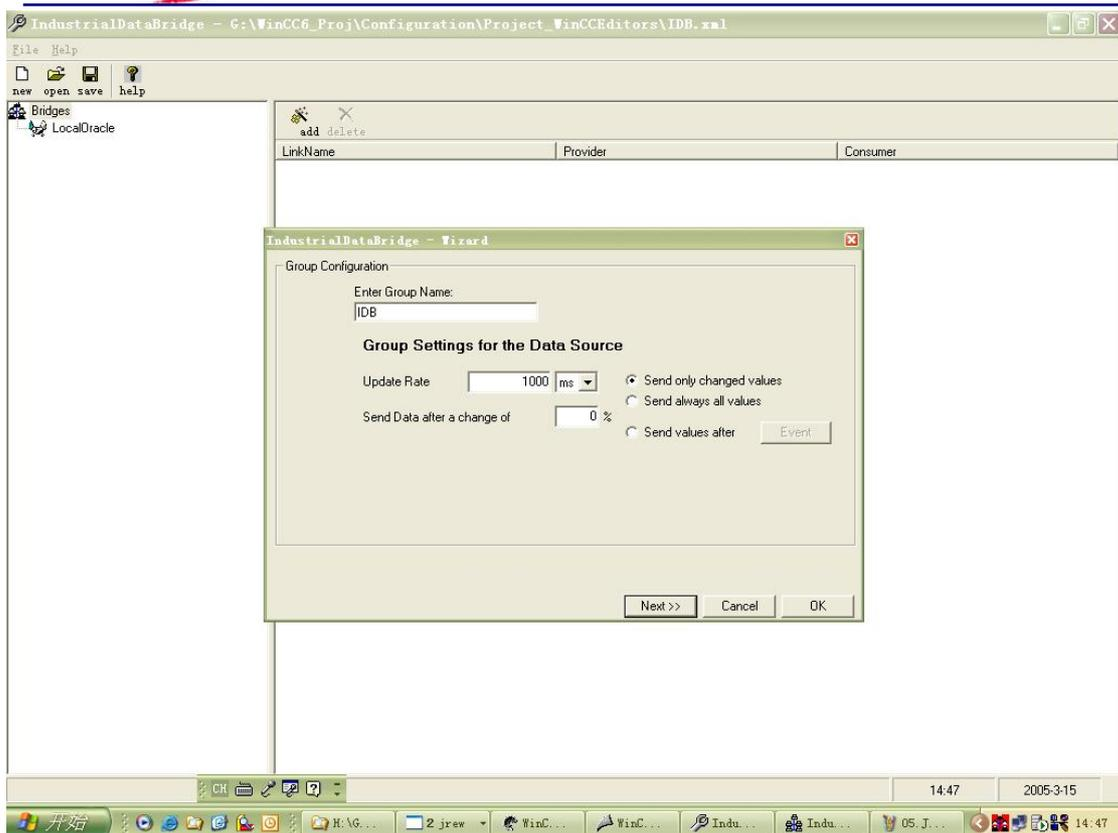

图 6: 设定组属性
2.5 新建组, 在组设定中指定更新周期、发送数据的死区以及发送条件。如图 6 所示。